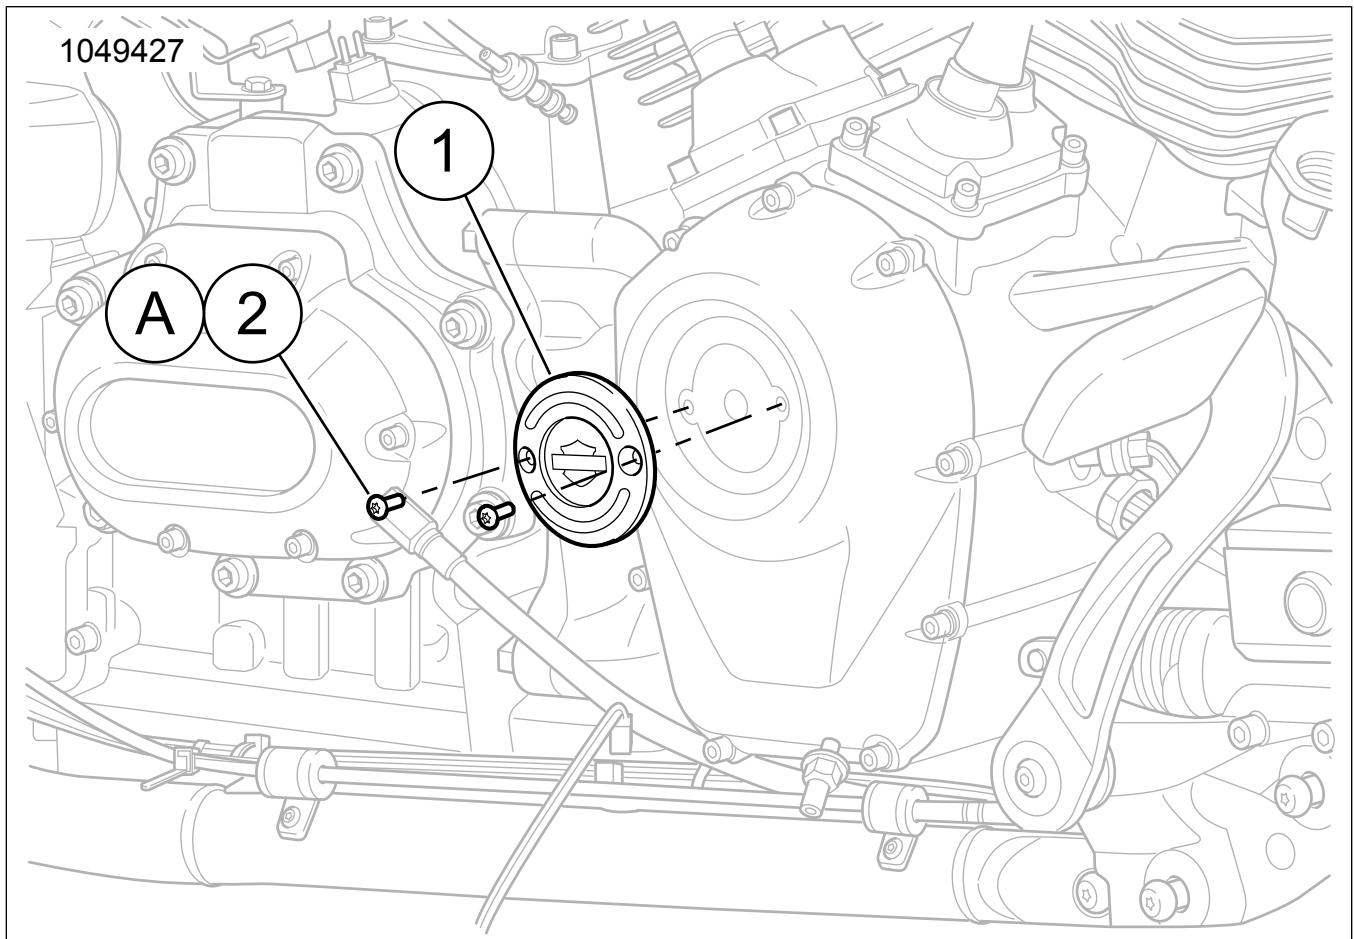

Figure 1. Contenu du kit : Composants du carter de distribution
- Voir Figure 1 . Déposer Équipement d'origine (Équipement d'origine) les vis. La mettre au rebut.